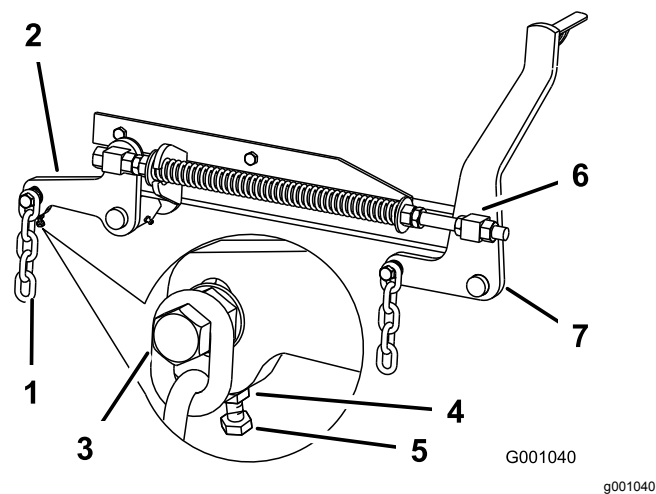

Figure 105
7. Si la distance mesurée au point **B** ou **C** n'est pas correcte, desserrez le boulon qui fixe la chaîne arrière au bras de support arrière (Figure 105).
8. Desserrez l'écrou de blocage sous le bras de support arrière et agissez sur le boulon de réglage de manière à obtenir une distance de 80 à 83 mm ; voir Figure 105.
7. Desserrez d'environ 13 mm les écrous de blocage à l'avant des pivots avant gauche et droit (Figure 105).
8. Réglez les écrous de relevage sur les côtés gauche et droit de la machine de manière à abaisser l'avant de 6 à 10 mm au point **A** par rapport au point **B** à l'arrière (Figure 105).